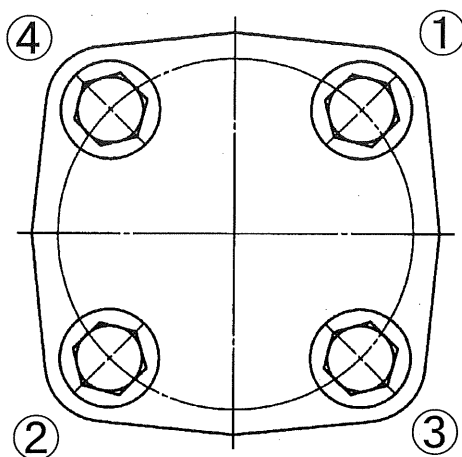
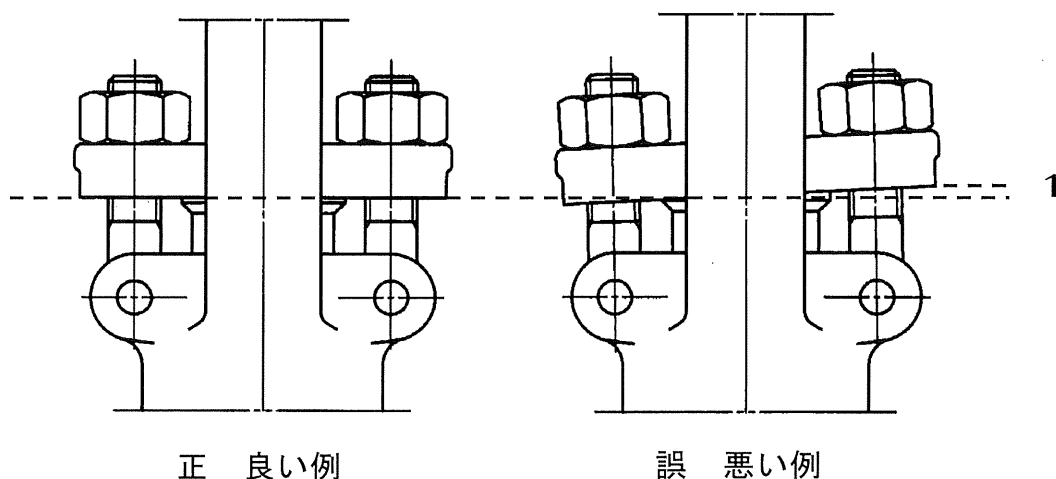

図 7.2 ふたボルトの締め付け順序例
図 7.3 グランドボルトナットの締め付け調整例
- ② この場合、ふたボルト、弁棒ねじ部にはグリースを塗ることによって焼き付きやかじりを防止することができます。
- ③ グランドパッキンを挿入する場合は、グランドパッキンの切り口が重ならないように、1リングずつ挿入し、且つ1リングずつ毎に適当な締付力を与えてください。
- ④ パッキンリング、グランドパッキン、ランタンリング、グランドパッキンの順に挿入してください。
- ⑤ ふたボルトの締め付けにあたっては、図 7.2に示すとおり、相対するボルトナットを交互に均等な力で締めてください。弁箱フランジ面とふたフランジ面が密着するまで締めつけてください。
⑦ 図 7.3に示すとおり、グランドボルトナットを締めながらハンドル車の廻り具合をみてグランドを片締めしないように交互に平均した力で調整してください。
- ② この場合、ふたボルト、弁棒ねじ部にはグリースを塗ることによって操作性を維持することができます。
- ④ パッキンリング、グラウンドパッキン、ランタンリング、グラウンドパッキンの順に挿入してください。
- ⑤ ふたボルトの締め付けにあたっては、図 7.2に示すとおり、相対するナットを交互に均等な力で締めてください。弁箱フランジ面とふたフランジ面が密着するまで締めつけてください。
- ⑥ ふたボルトの締め付けトルクは、表 7.1に示すとおりです。
- ⑦ 図 7.3に示すとおり、グラウンドボルトナットを締めながらハンドル車の廻り具合をみてグラウンドを片締めしないように交互に平均した力で調整してください。
- ⑧ グラウンドボルトナットの締め付けトルクは、表 7.2に示すとおりです。